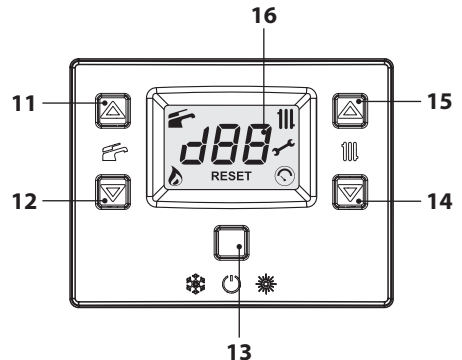
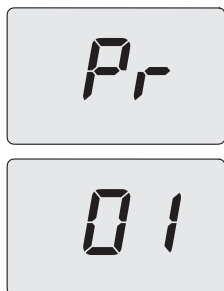
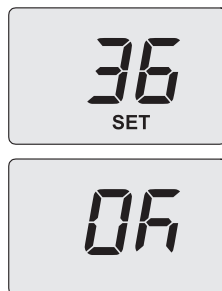

Figura 5.38
Figura 5.39
Figura 5.41
- Entrare in "modalità programmazione" premendo contemporaneamente per 10 secondi i tasti 13-14-15 (Figura 5.38) fino a far apparire sul display LCD le lettere **Pr** che si alternano al numero del parametro **01**, indicanti l'entrata nel "parametro 01" (Figura 5.39).
- Utilizzando i tasti 11 o 12 è possibile modificare il valore del parametro 10 da **00=0s** a **100=500** (ogni aumento o diminuzione di una unità sul display corrisponde a 5 secondi). Es. 36=180 secondi. Sul display compare la scritta "**SET**" (Figura 5.41).
- Premendo il tasto 13 (Figura 5.38) si ottiene la conferma del valore inserito. Sul display appare per 3 sec. la scritta "**Ok**" (Figura 5.41), per poi visualizzare la lista dei parametri.
- Per uscire, premere il tasto 13 (Figura 5.38) e togliere l'alimentazione elettrica.